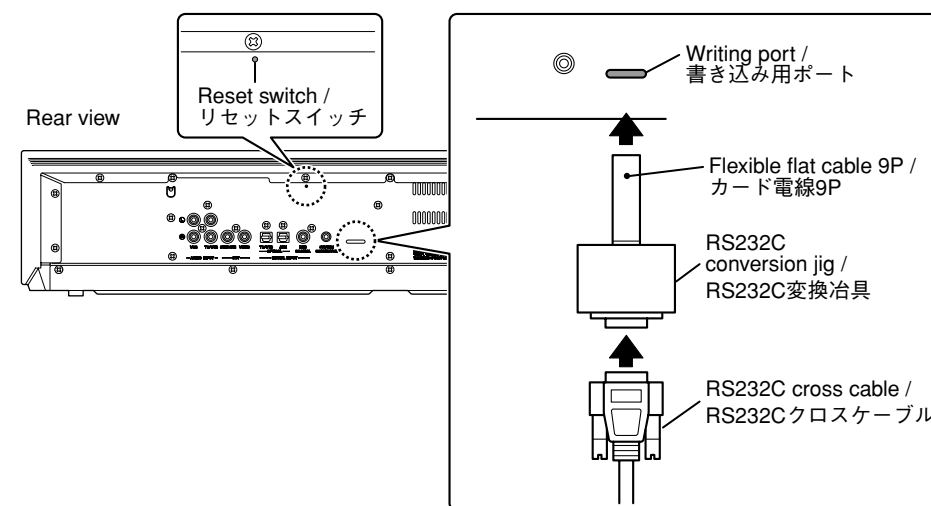

Fig. 1
- Connect the writing port of the main unit to the serial port (RS232C) of the PC with RS232C cross cable as shown below. (Fig. 1)
- While pressing the reset switch of main unit, connect the power cable to the AC outlet. (Fig. 1)
- 本機の書き込み用ポートとPCのシリアルポート (RS232C) を下記のように接続します。(Fig. 1)
- 本機のリセットスイッチを押しながら、電源コードをACコンセントに接続します。(Fig. 1)